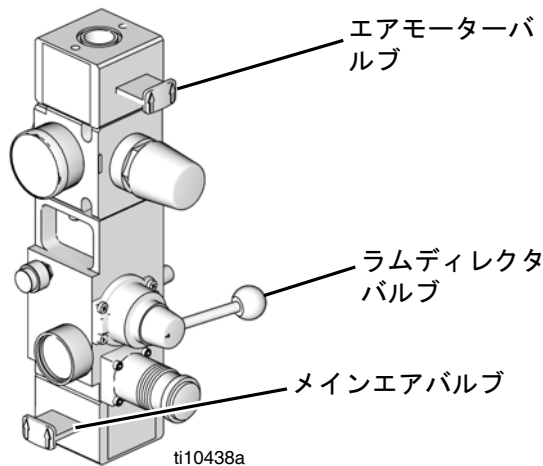

図 6: エア制御モジュール
2. **D200s**、**D200**、**D60**、および **S20** のエアコントロールの場合: 図 6 を参照してください。